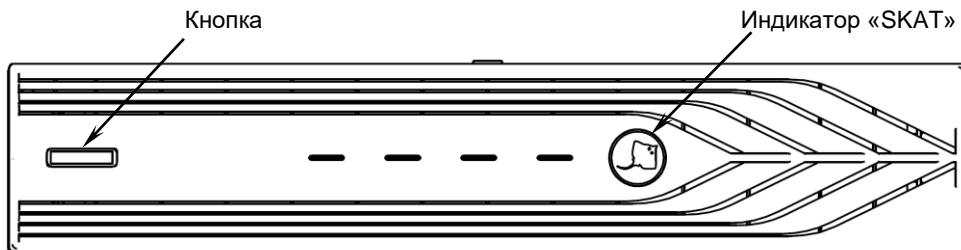
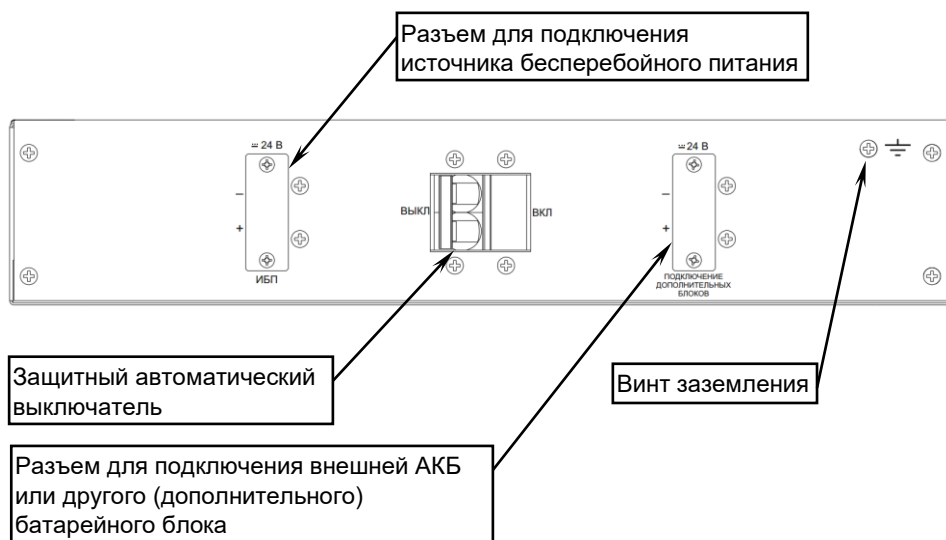

Рисунок 1 – Общий вид передней панели изделия.
Рисунок 2 – Общий вид задней панели изделия.
**Изделие выполнено** в металлическом корпусе с перфорированной пластиковой передней панелью, на которой расположены кнопка и светодиодный индикатор (рисунок 1).
Для проверки АКБ следует нажать на кнопку и контролировать свечение светодиодного индикатора (см. рисунок 1).
Соедините винт заземления изделия (см. рисунок 2) с контуром заземления телекоммуникационного шкафа перемычкой заземления (перемычка в комплект поставки не входит).
Перед проведением монтажа изделия снимите заглушки с разъёмов, нажмите кнопку на передней панели изделия и убедитесь в свечении светодиодного индикатора (см. рисунок 1).
Переключите защитный автоматический выключатель изделия во включенное положение. Убедитесь в свечении светодиодного индикатора «SKAT» (см. рисунок 1 и рисунок 2).
Если изделие не используется в течении длительного времени, защитный автоматический выключатель (см. рисунок 2) следует отключить. Кроме того, изделие необходимо подключать к ИБП, подключенному к питающей сети каждые 4 - 6 месяцев (в странах с жарким климатом – каждые 2 месяца) и не менее, чем на 12 часов.